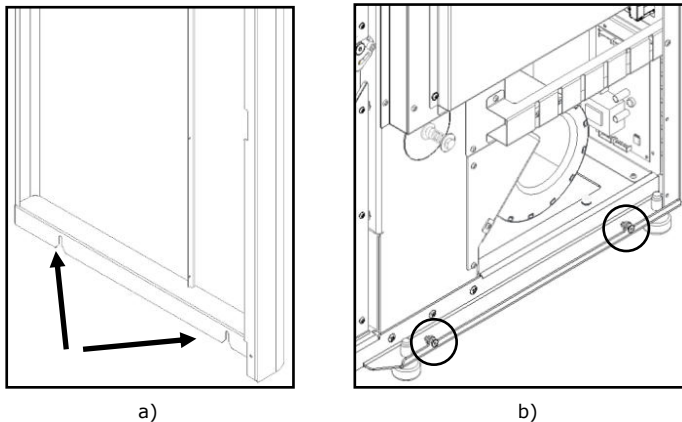

Figura 94 – Encaixe lateral inferior das envolventes
c) Encaixar os furos inferiores das capas laterais (Figura 94-a) nos guias que se encontram no fundo da máquina (Figura 94-b).